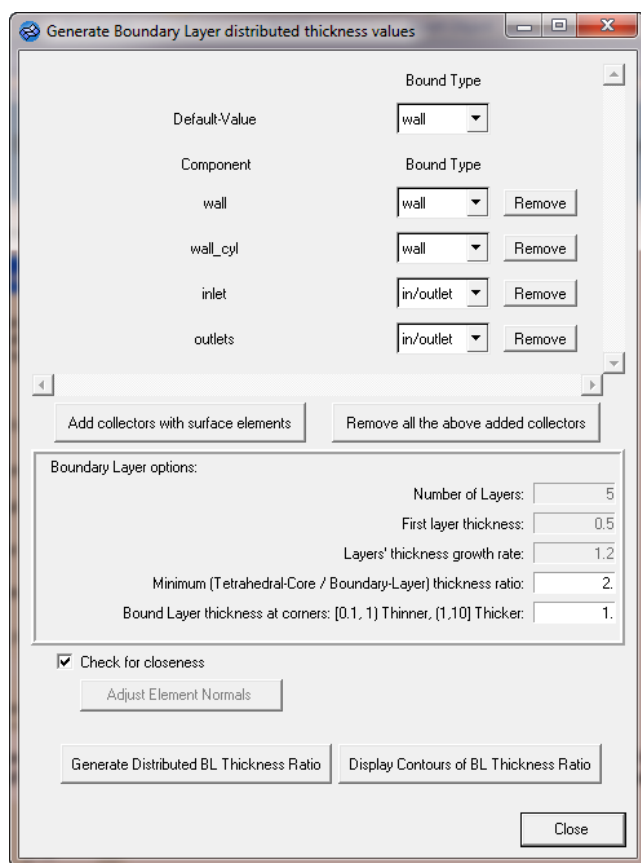

图 5-158 Generate BL Thickness 窗口
(9) 单击绿色的 Auto 按钮，弹出一个 Generate Boundary Layer distributed thickness values 对话框。
(10) 单击 Add collectors with surface elements 按钮，这样打开了组件选择面板。
(11) 选择组成体表面的所有集合，名称为 inlet、outlets、wall 和 wall_cyl，然后单击 proceed 按钮。
(12) Generate BL Thickness 窗口将显示如图 5-158 所示被选的组件。